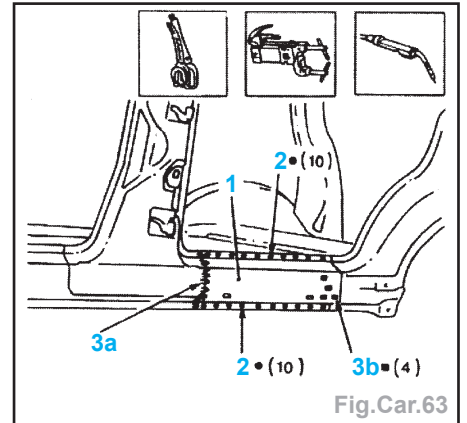

Fig.Car.63
- Nettoyer la zone(1) de soudures et appliquer un apprêt électro-soudable.
- Mettre en place la pièce (1) et la fixer avec des pinces-étaux (Fig.Car.63).